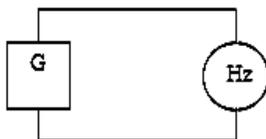

Рис. 4.1. Схема измерения частоты
- 4.14. Схемы измерений, рисунок 4.1, 4.2, 4.3.
- 4.20. Соберите схему, приведённую на рисунок 4.1. Установите переключатель поддиапазонов на заданную позицию и установите на выходе генератора напряжение 1 В.